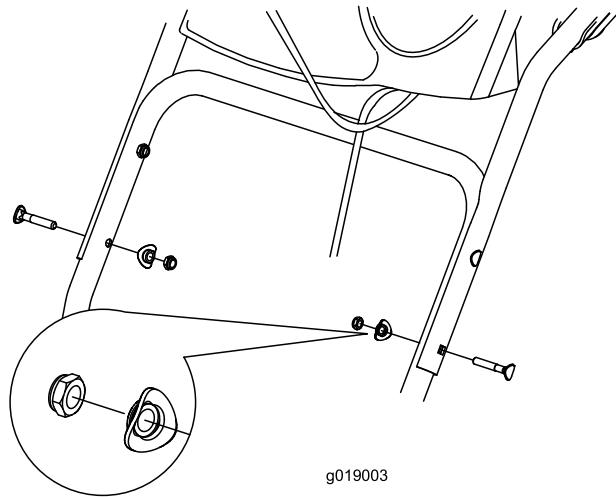

Figura 4
1. Sollevate il gruppo stegola superiore, giratelo e posizionate lo sopra la stegola inferiore (Figura 4).
2. Montate i 2 bulloni della stegola, 2 rondelle curve e 2 dadi di bloccaggio nei fori della stegola inferiore (Figura 4).